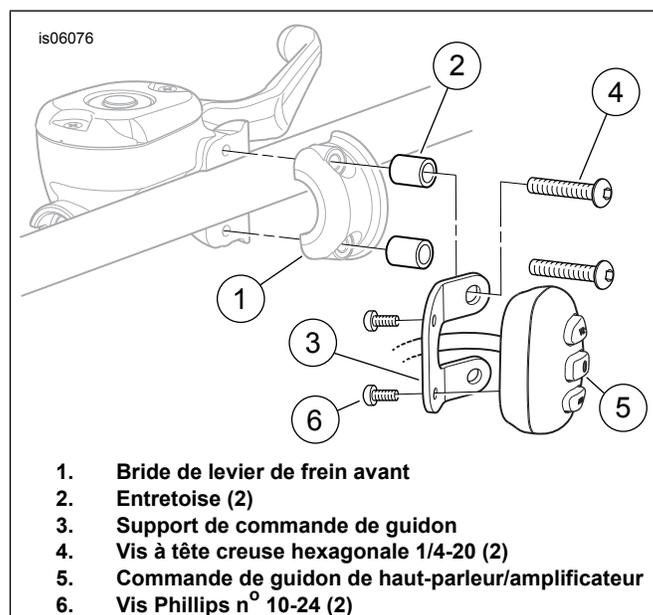

Figure 2. Installation de la commande de guidon et du support
1. Voir Figure 2. Retirer les vis de bride de levier de frein avant du véhicule. Retirer et conserver la bride (1). Les vis peuvent être jetées.
2. Prendre le support de commande de guidon (3), deux entretoises (2), deux vis Phillips (6) n° 10-24 et deux vis à tête creuse hexagonale de 1/4 x 44,4 mm (1.75 in) de long (4) du kit.
3. Acheminer le faisceau de fils de commande de guidon (5) par le centre du support de commande de guidon (3) tel qu'illustré.
5. Installer la commande de guidon (5, portion de l'ensemble de faisceau de fils) sur le support avec les vis n° 10-24 (6) et bien serrer.